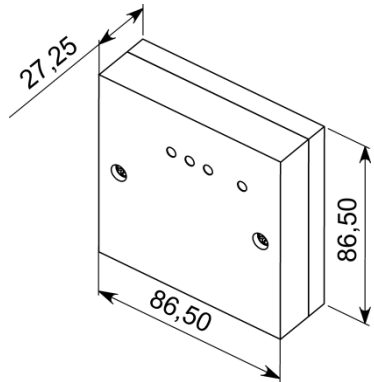

Рис.3. Габаритные размеры прибора
4. Подводка монтажных кабелей к базовому блоку прибора должна снизу – см. Рис. 3.